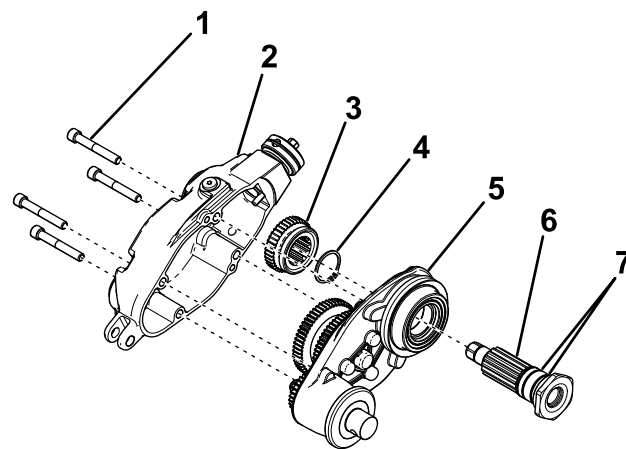

图5
1. 把 2 个 O 形圈安装到驱动轴上 图5。
2. 将新驱动轴插入疏草刀壳体 图5。
3. 安装之前卸下的卡环和驱动齿轮 图5。
4. 用之前卸下的 4 个螺栓 图5 将疏草刀盖固定到疏草刀壳体上将螺栓扭矩上紧至 810N·m。